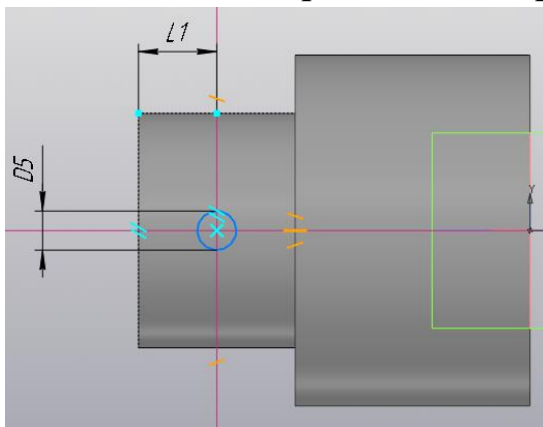

Рисунок 123.
18. По размерам **L1** и **D5** (рисунок 123) выполните эскиз окружности на осевой линии.